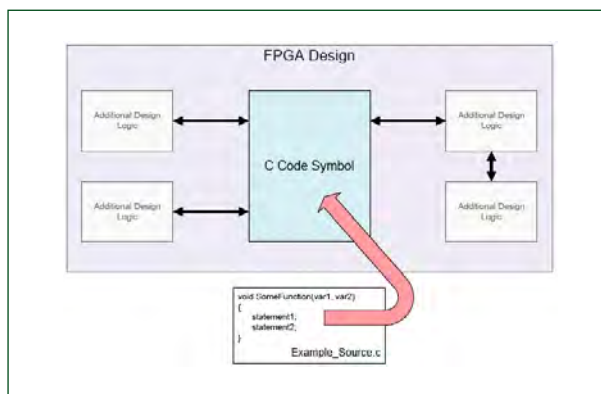

Figure 1.
1. Pour le développement de blocs fonctionnels, on utilise le compilateur pour traduire en matériel des fonctions en C individuelles. On y associe le code C à l'aide de symboles. Le résultat est un bloc FPGA que l'on peut relier à d'autres blocs du circuit, lesquels peuvent par exemple être constitués de composants VHDL, Verilog ou des IP préalablement synthétisés, en définissant les entrées et les sorties (**figure 1**).